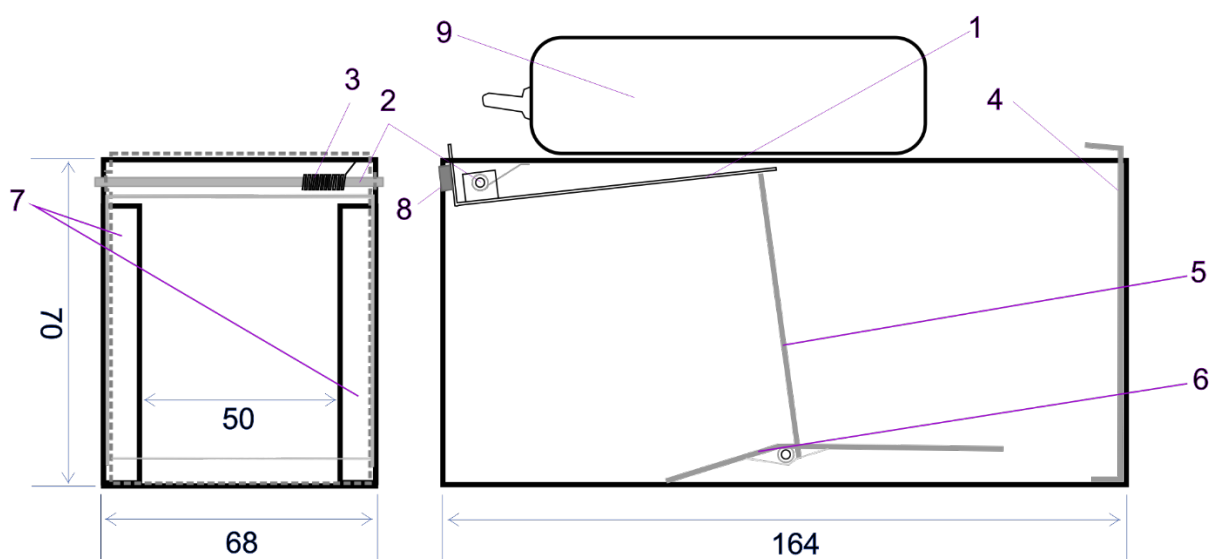

Рисунок 1
Живоловка мышьяная (рисунок 1) представляет собой емкость в виде параллелепипеда. Передняя дверца (1) на оси (2) с пружиной (3), задняя дверца (4) с отверстиями для естественной вентиляции, вставная. Внутри ловушки установлен качающийся трап (6) с вертикальной дугой (5). При опускании трапа «к полу» передняя дверца, отведенная вовнутрь, служит рычагом насторожки. Механизм освобождения дверцы срабатывает под весом зверька при прохождении трапа. Дверца захлопывается и упирается в дверной ограничитель (7).